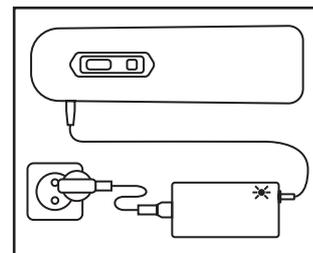

Рисунок 4
3. Вставьте штекер зарядного устройства в аккумулятор (Рисунок 4). Вставьте вилку шнура в стандартную розетку 220В;